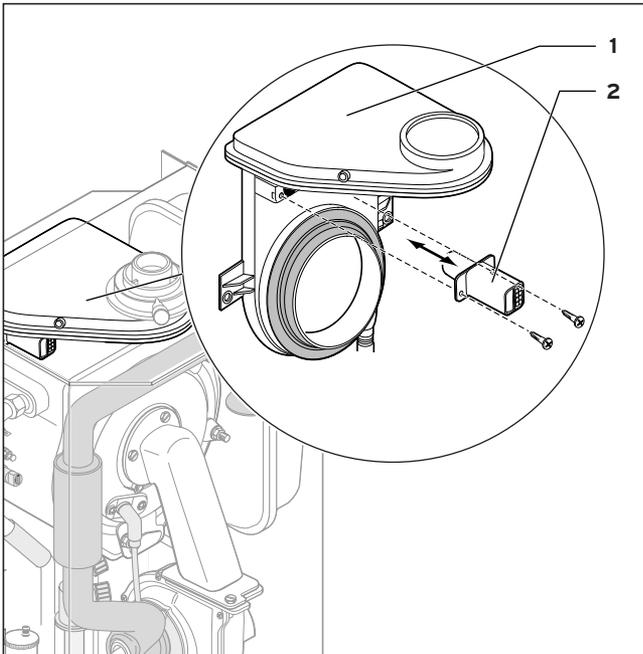

Abb. 8.9 CO-Sensor austauschen
- Lösen Sie die Schrauben am CO-Sensor (2, Abb. 8.9) und ziehen Sie diesen heraus. Ziehen Sie den Stecker ab.